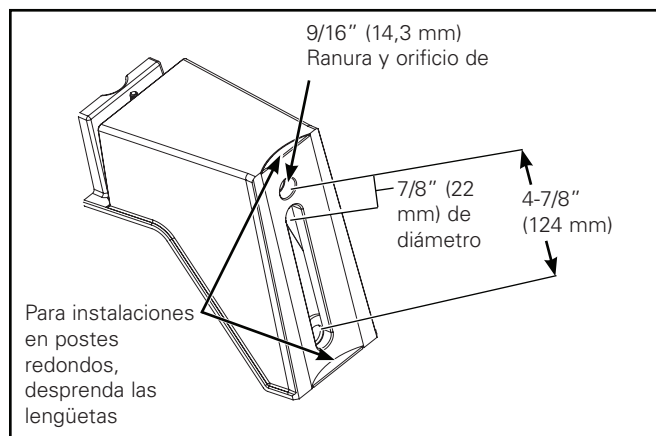
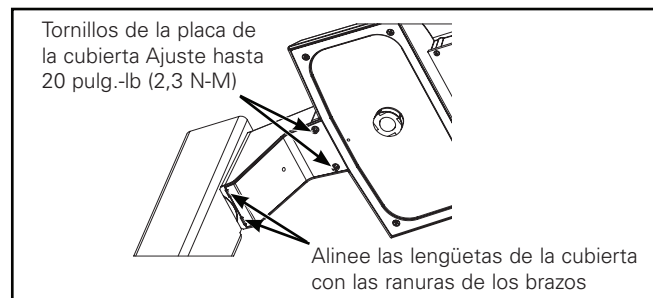

Figura 1.
Figura 5.
Brazo para montaje en poste (Figura 1. - Figura 5.)
1. El brazo para montaje en postes está diseñado para un poste cuadrado o redondo. Para instalar la luminaria en un poste redondo se deberán retirar las lengüetas troqueladas del brazo de montaje. Sujete la lengüeta troquelada con unas pinzas y despréndala. (Figura 1.)
Nota: Asegúrese de que los terminales del lado de la alimentación de la luminaria no queden “mordidos” ente la cubierta y el brazo de montaje. (Figura 5.)